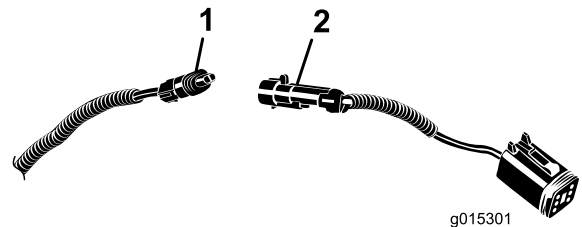

**Figura 6**
2. Desligue o lado direito do suporte do banco do deslizamento do banco para obter folga para a cablagem da consola entre o suporte do banco e o deslizamento do banco (Figura 6).
3. Encaminhe a cablagem da consola entre o suporte do banco e o deslizamento do banco (Figura 6).